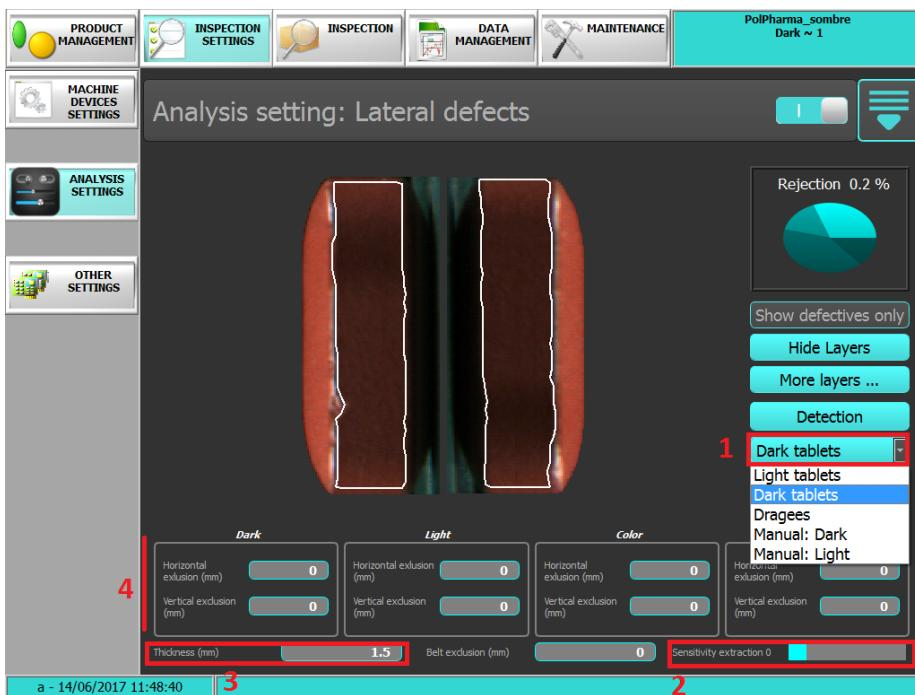

FIGURE 8.6 – Réglage de l'extraction de la tranche d'un comprimé sombre avec la méthode **Dark Tablets**
- Sélectionner **Dark Tablet** dans la liste déroulante, voir Fig. 8.6-step 1
- Placer le curseur **Sensitivity Extraction** à **0**, voir Fig. 8.6 step 2. Ce paramètre sert à ajuster le seuillage appliqué à la partie inférieure du comprimé, il permet de décaler le contour de la partie inférieure vers la zone d'ombre.
- Mesurer la tranche du comprimé au pied à coulisse et rentrer les trois-quarts de la valeur mesurée dans le paramètre **Thickness**, voir Fig. 8.6 step 3. Le comprimé utilisé dans cet exemple a une tranche de 3mm, le paramètre **Thickness** doit être à 2.25mm.